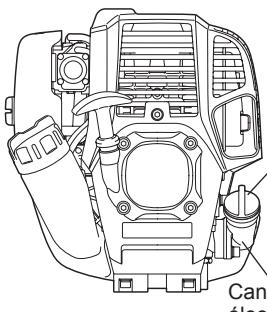
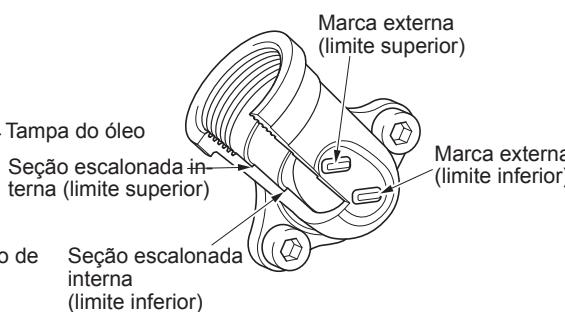

Fig. 1
Fig. 2 Cano de óleo
- Ajuste o nível do motor, remova a tampa do óleo (Fig. 1), e verifique se há ou não óleo na faixa entre as marcas de limite superior e inferior do cano de óleo (Fig. 2).